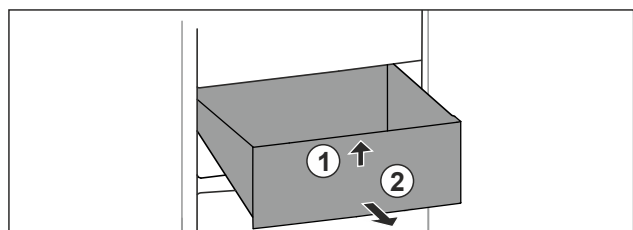

Fig. 31
- ▶ Sollevare il cassetto dal davanti. Fig. 31 (1)
- ▶ Rimuovere il cassetto tirandolo in avanti. Fig. 31 (2)